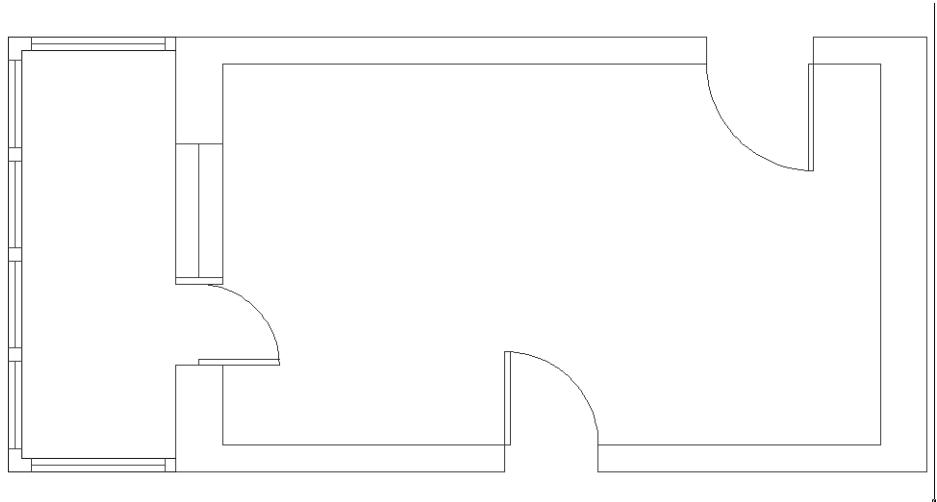

Рис. 12.1 ▼ Главный чертеж, представляющий собой план детской комнаты, готов для вставки внешней ссылки
7. Измените масштаб изображения по границам объектов чертежа (рис. 12.1).